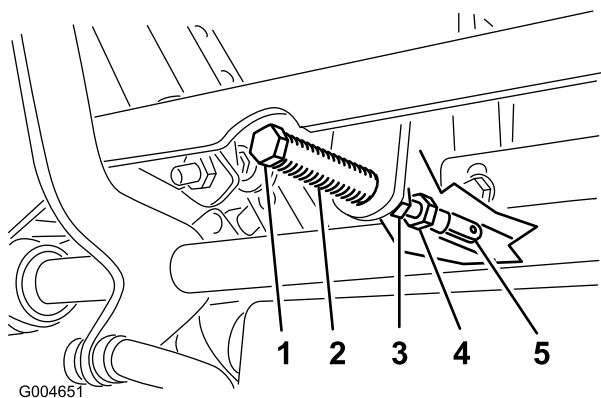

Bild 50
5. Ziehen Sie den Hebel zurück, bis der Lastösenbolzen (am Arm über der Gelenkwelle) das Schlitzende berührt (und soeben Druck auf die Feder ausübt), wie in **Bild 50** abgebildet.
7. Sollte eine Einstellung erforderlich sein, lockern Sie die Mutter und die Klemmmutter gegen das Joch (**Bild 50**).
8. Drücken Sie den Fahrtriebshebel leicht nach hinten, drehen Sie den Kopf der Einstellschraube in die entsprechende Richtung, bis der Schaltbügel Schalthebel in der ARRETIERTEN NEUTRAL-Stellung zentriert ist (**Bild 50**).
9. Ziehen Sie die Mutter und die Klemmmutter an (**Bild 50**).
10. Ziehen Sie die Klemmmuttern an den Kugelgelenken fest (Bild 50).